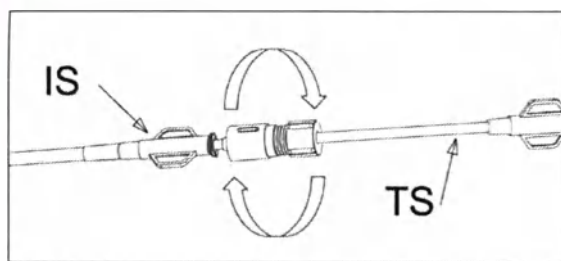

Рис. 11
- Подсоедините транспортировочный интродьюсер (TS) к имплантационному интродьюсеру (IS), повернув транспортировочный интродьюсер (рис. 11).